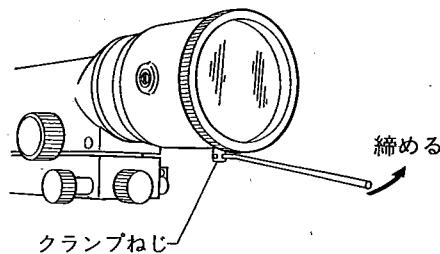

図27
(5) b'_2 と b_2 が等しくない場合は、調整します。この調整は付属の調整ピンを使って行います。
(6) b'_2 と b_2 の差が大きくない場合は図27に示すクランプねじ③を付属の細ピンでゆるめ b'_2 が読定できるように楔ガラス枠②を回し合せる事が出来たならば、クランプねじを締め付け固定して下さい。